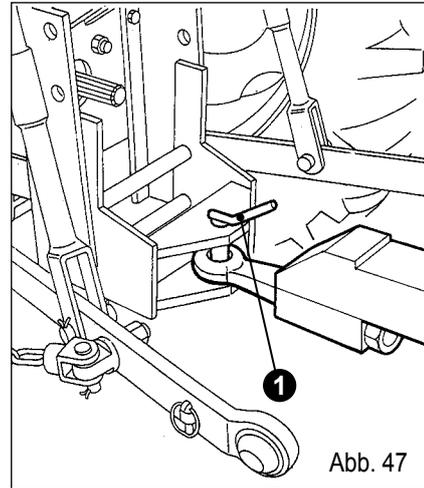

Abb. 47
- Nähern Sie den Traktor der Maschine, bis der Bolzen (1) auf der Zugöse eingesetzt werden kann. Schalten Sie den Motor aus und ziehen Sie den Schlüssel vom Bedienpult ab (Abb. 47).